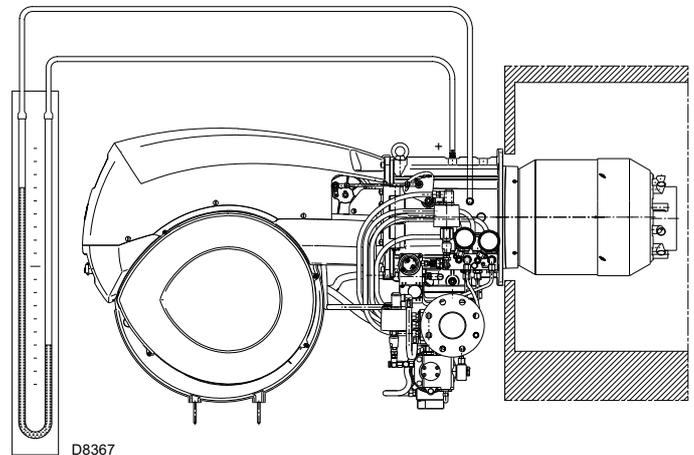

Fig. 33
- Montar un manómetro en U o un manómetro de tipo diferencial (Fig. 33), con toma (+) en la presión del gas del manguito y (-) en la cámara de combustión. Sirve para obtener, aproximadamente, la potencia MÁX. del quemador mediante la tabla de la pág. 24.
La llegada de gas al manguito puede observarse en el manómetro en U (Fig. 33).